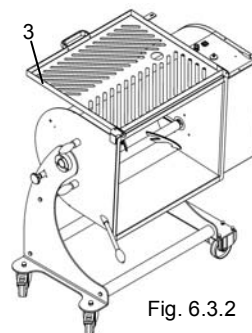
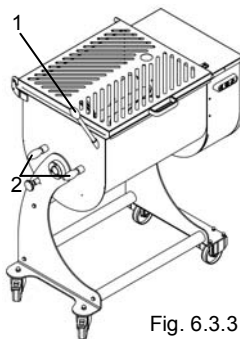

Fig. 6.3.2
Fig. 6.3.3
- Abrir la rejilla "3" Fig. 6.3.2 y vaciar la cubeta (Fig. 6.3.3) sacando el producto mezclado.
- Desenganchar y extraer los pernos que bloquean las palas "2" Fig. 6.3.3. y "2" Fig. 6.3.3
- Después de haberla desbloqueado, se puede girar la cubeta tirando la varilla de vuelco "1" Fig. 6.3.3.